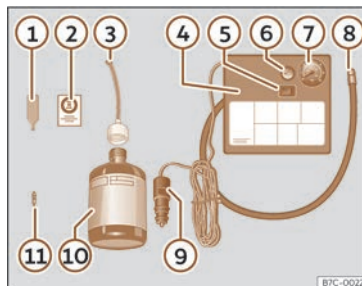

Abb. 252 Prinzipdarstellung: Bestandteile des Pannensets.
Das Pannenset befindet sich im Gepäckraum unter dem Bodenbelag. Es besteht aus folgenden Bestandteilen >>> (**Abb. 252**):
- Ventilkappe und Ventileinsatz vom Reifenventil abschrauben. Verwenden Sie den Ventileinsatzdreher >>> (**Abb. 252**) 1 zum Heraus-schrauben des Ventileinsatzes. Legen Sie den Ventileinsatz auf einem sauberen Untergrund ab.
- Reifenfüllflasche kräftig schütteln >>> (**Abb. 252**) 10.
- Einfüllschlauch >>> (**Abb. 252**) 3 auf die Reifenfüllflasche schrauben. Die Folie am Verschluss wird automatisch durchstoßen.
- Verschlussstopfen vom Einfüllschlauch >>> (Abb. 252) ③ entfernen und das offene Schlauchende auf das Reifenventil schrauben.
- Ventileinsatz mit dem Ventileinsatzdreher >>> (Abb. 252) ① wieder in das Reifenventil schrauben.
- Reifenfüllschlauch >>> (Abb. 252) ⑧ des Luftkompressors fest auf das Reifenventil schrauben.
- Prüfen, ob die Luftablassschraube >>> (Abb. 252) ⑥ zugedreht ist.
- Kabelstecker >>> (Abb. 252) ⑨ in eine 12-Volt-Steckdose des Fahrzeugs stecken >>> S. 264.
- Luftkompressor mit dem EIN-/AUS-Schalter >>> (Abb. 252) ⑤ einschalten.
- Kleben Sie den Aufkleber >>> (Abb. 252) ② im Sichtfeld des Fahrers auf das Kombi-Instrument.
Schließen Sie den Reifenfüllschlauch >>> (Abb. 252) ⑧ wieder an und lesen Sie den Reifenfülldruck an der Reifenfülldruckanzeige ⑦ ab.